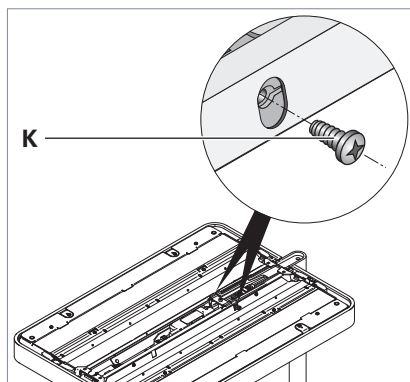

Fig. 6: Fissaggio della testa dell'apparecchio d'illuminazione.
- Fissare la testa dell'apparecchio avvitando e stringendo le due viti di fissaggio **K**, vedi Fig. 6.